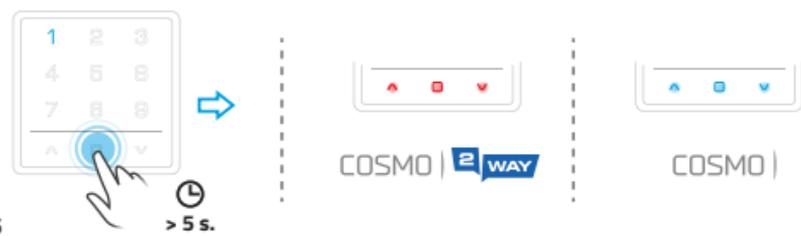

fig. 15 > 5 s.
2. Appuyez sur le bouton **STOP** et maintenez-le enfoncé pendant environ 5 secondes - fig. 15.